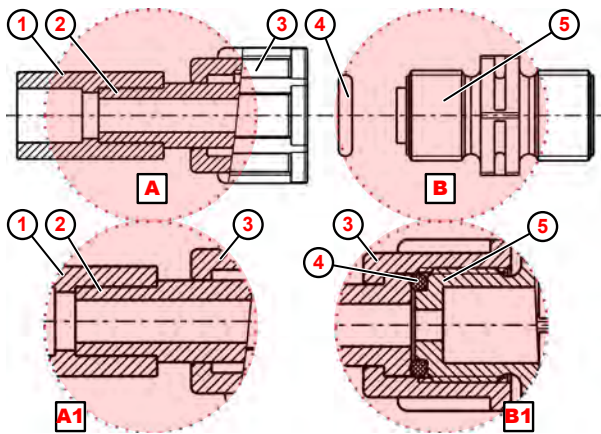

Fig. 10 : Raccord de conduit avec joint soudé
1. ➤ Souder le joint soudé ( Fig. 10 , ① ) au raccord de flexible.
2. ➤ Placer le joint torique ④ dans la rainure de la soupape d'aspiration ou de refoulement ⑤ .
3. ➤ Serrer l'écrou-raccord ③ à fond (détail **B1** ).